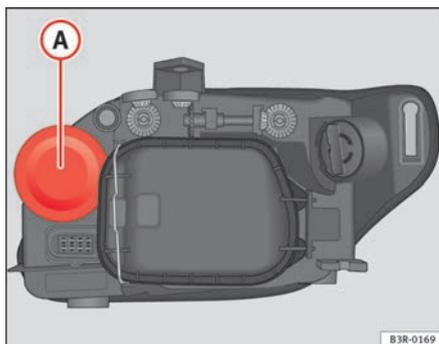

Fig. 203 Lâmpada das luzes indicadoras de mudança de direcção
- Extraia a tampa de borracha ⇒ fig. 203 puxando por ela.